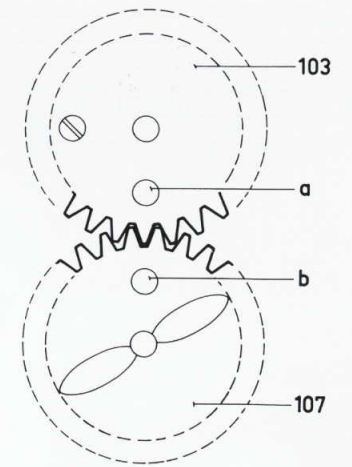

Fig. 2
- Bij vervanging moet op de juiste positie van de beide tandwielen pos. 103 en pos. 107 t.o.v. elkaar gelet worden.
- Zoals Fig. 2 toont moeten de markeringsgaten a en b in de tandwielen precies tegenover elkaar staan, omdat anders looplawaai (tikken) of het niet goed functioneren van de mechanische stop het gevolg is.